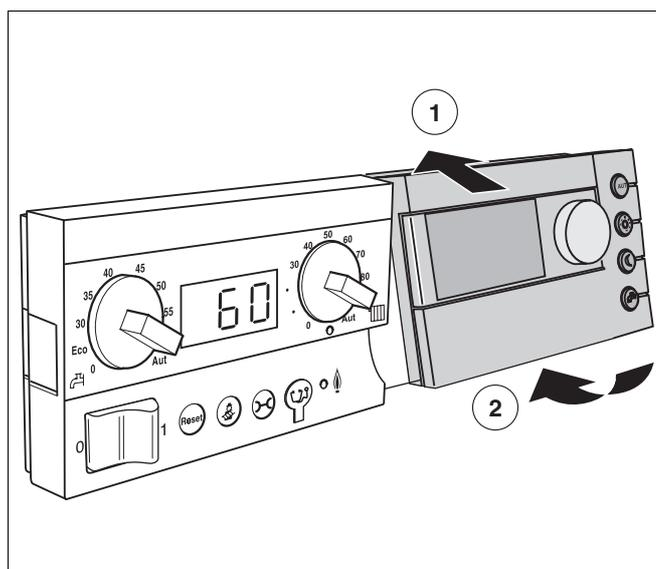

Fig. 35 Agganciare l'unità di servizio RC30
- Agganciare l'unità di servizio RC30 allo spigolo superiore della piastra di fondo, seguendo la direzione delle frecce (fig. 35, **pos. 1**).
- Spingere leggermente l'unità di servizio RC30 verso il basso, seguendo la freccia, fino allo scatto (fig. 35, **pos. 2**).